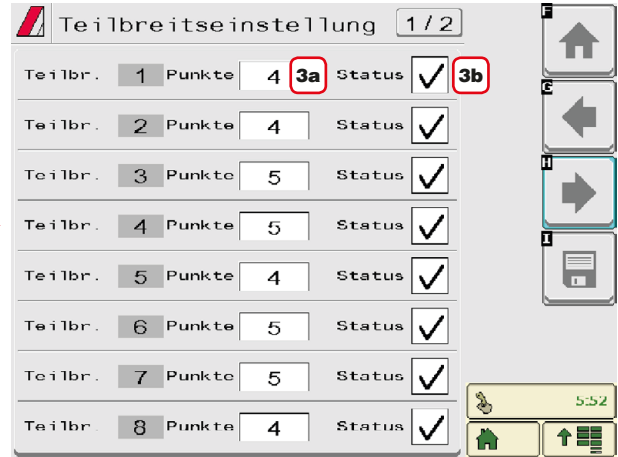

Abb. 36
- 3a Wiederholen Sie die Programmierung für jede Teilbreite (Abb. 36).